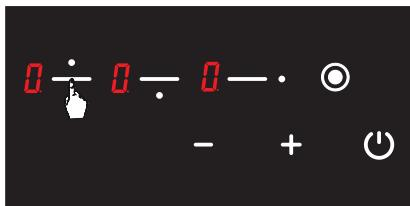

Рис. 9
2. Нажмите нужную кнопку выбора конфорки один раз. При первом нажатии отобразится значок **H** (см. Рис. 9).